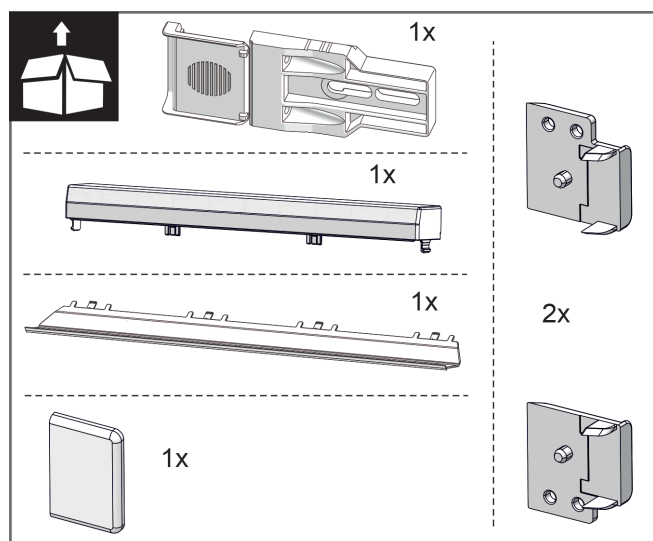
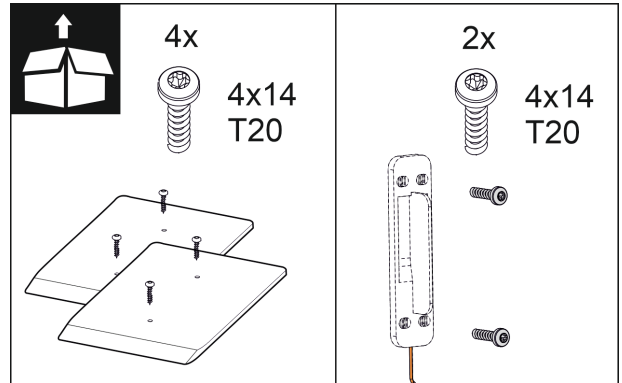

Fig. 10
Fig. 16
2. Montageteile im Beipack überprüfen. *Fig. 10 () bis Fig. 16 ()*
Montageteile im Beipack *Fig. 10 () bis Fig. 16 ()*